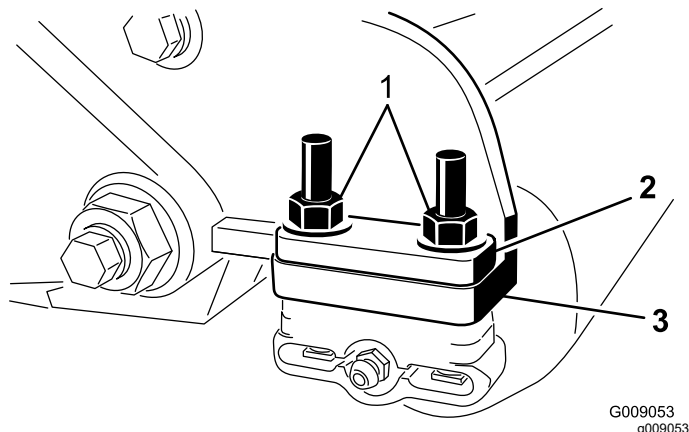

図 23
9. 各ローラブラケットをサイドプレートに固定している2個のナットを外す 図 23。ボルトは外さないこと。